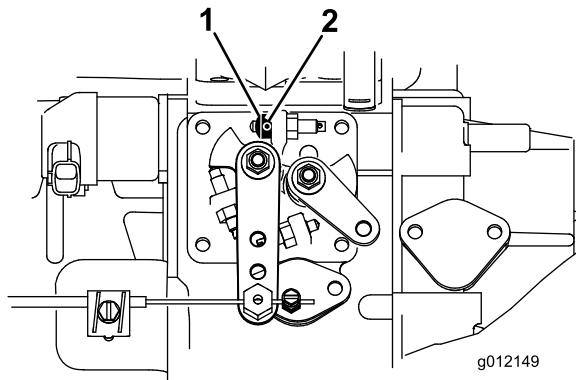

Bild 6
1. Lösen Sie die Stellschraube am Gasbedienungsanschlag. (**Bild 6**).
2. Schieben Sie den Gasbedienungsanschlag auf die hohe Leerlauf-Anschlagschraube (**Bild 6**). Das abgeschrägte Ende des Gasbedienungsanschlags muss nach außen zeigen.